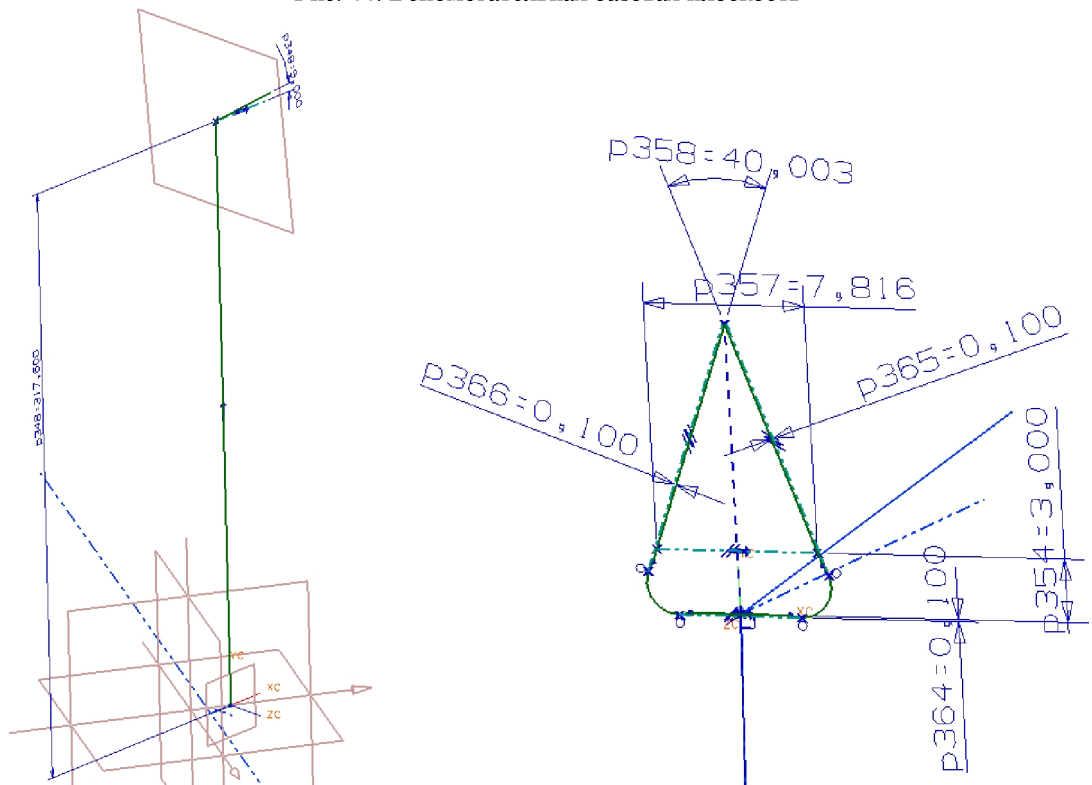

Рис. 45. Вспомогательные построения паза хвостовика
- Создайте в новой базовой плоскости эскиз и выполните построения, в результате которых получится отрезок, параллельный пазу хвостовика и проходящий через точку Д. Задайте вспомогательную базовую плоскость, перпендикулярную построенной кривой, и постройте на ней эскиз поперечного сечения хвостовика - Рис. 45;